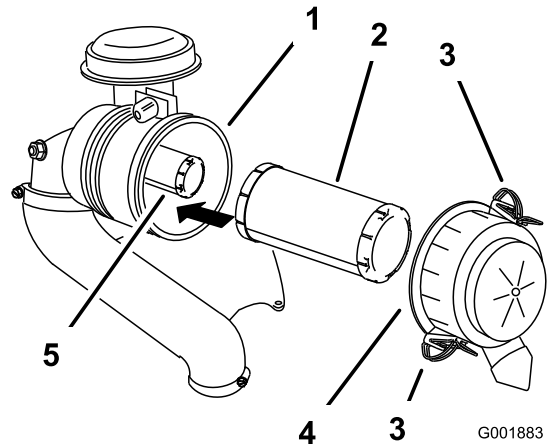

Figure 52
3. Ouvrez les dispositifs de verrouillage du filtre à air et détachez le couvercle du boîtier du filtre (Figure 52).
5. Sortez le préfiltre du boîtier du filtre avec précaution (Figure 52).
2. Si vous remplacez l'élément intérieur, insérez-le avec précaution dans le boîtier du filtre (Figure 52).
3. Placez ensuite le préfiltre sur l'élément de sécurité avec le même soin (Figure 52).
4. Remettez en place et verrouillez le couvercle du filtre à air (Figure 52).